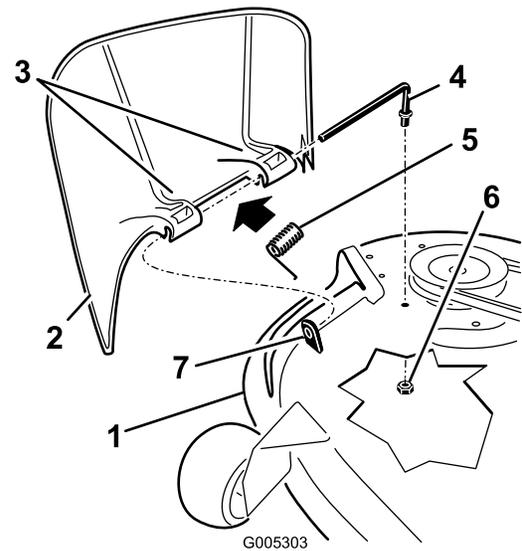

Figure 57
- Retirez l'écrou (3/8 po) de la tige, sous le tablier de coupe (Figure 57).
- Sortez la tige de la courte cheville de positionnement, du ressort et du déflecteur d'herbe (Figure 57).
- Remettez en place le déflecteur d'herbe (Figure 57).
- Insérez la tige dans le deuxième support du déflecteur d'herbe (Figure 57).
- Fixez l'extrémité arrière de la tige dans le tablier de coupe à l'aide d'un écrou (3/8 po), comme montré à la Figure 57.